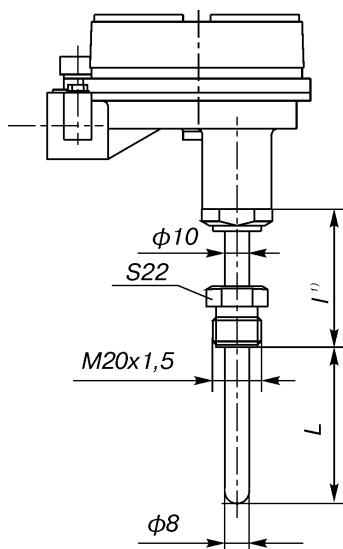

Рис. 24. (ост.см.рис.7), (штуцер подвижный)
- ³⁾ l=120, 160, 200 мм (см. ссылку ¹⁾) для ТХАУ Метран-271-Exd по рис.24.
l=80 мм для ТСМУ Метран-274-Exd, ТСПУ Метран-276-Exd по рис.24.
24¹⁾ по рис.24